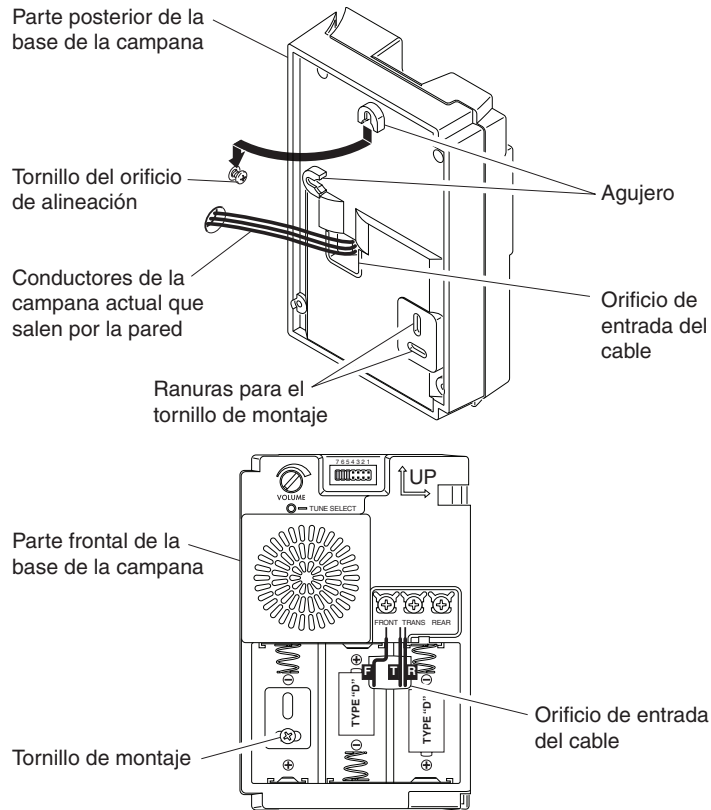

Figura 6
2. Instale la base de la campana en la pared usando los tornillos y anclas provistas (vea la Figura 6). Taladre un orificio guía de 5.5 mm (7/32 pulgadas) de diámetro para las anclas de pared.
- Usando las ranuras ubicadas al fondo del compartimiento de la batería, inserte el segundo tornillo por cualquier ranura horizontal y sujételo a la pared y ajústelo (vea la Figura 6).